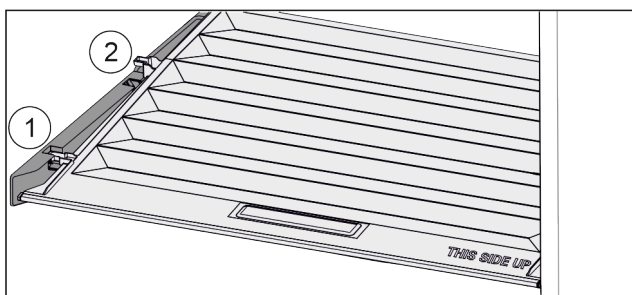

Fig. 103
- ▶ Trekk dekselet til åpningen i holdedelene fremover Fig. 103 (1).
- ▶ Løft ut nede bak og ta opp og ut Fig. 103 (2).